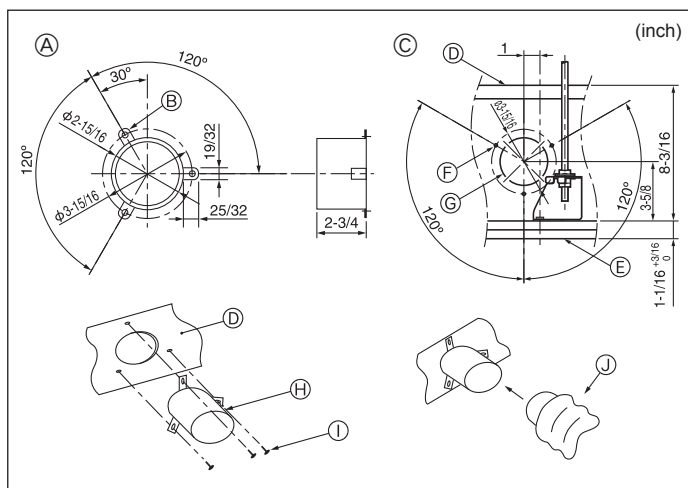

Fig. 3-3
3.3. Installation des conduits (en cas d'aspiration d'air frais) (Fig. 3-3)